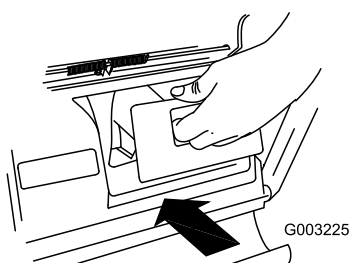

Figura 23
**Importante:** Asegúrese de que el tapón de descarga trasera está colocado antes de reciclar los recortes (Figura 23).